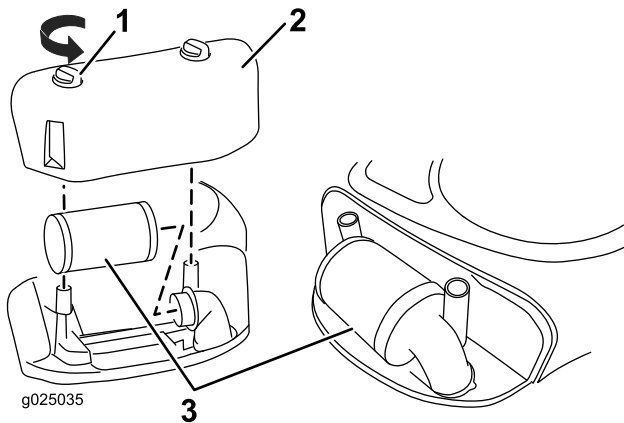

Figure 21
2. Tournez les boutons en position déverrouillée (Figure 21).
4. Soulevez l'extrémité du filtre pour le déposer (Figure 21).
2. Reposez le couvercle du filtre à air et les boutons (Figure 21).